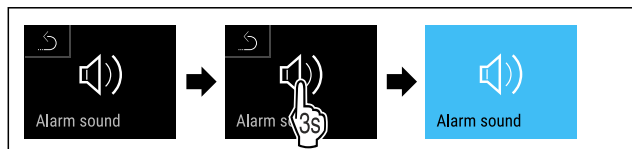

Fig. 111
- ▶ Провести етапи операцій (див. Fig. 111).